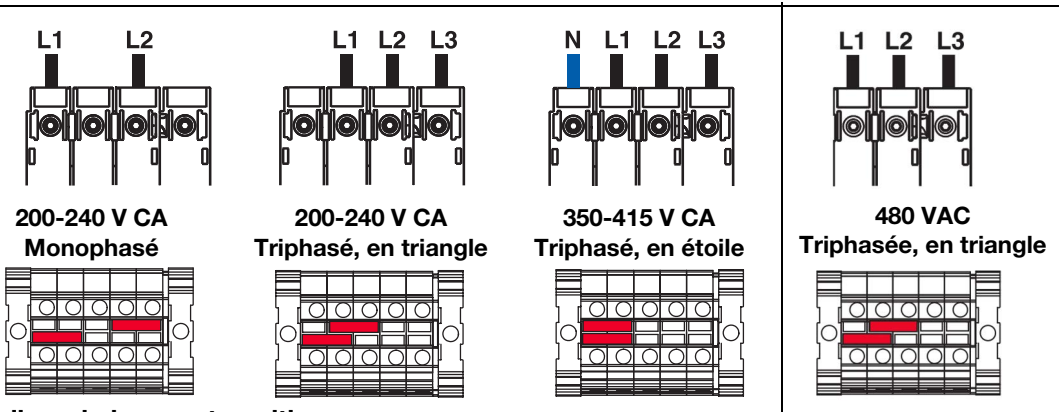

FIG. 7 : Cavaliers de borne et positions
1. Tournez l'interrupteur de l'alimentation principale (AG) sur OFF (Arrêt).
4. Raccordez le fil de terre à la borne de terre (GT).
5. Raccordez le cordon d'alimentation comme illustré à la FIG. 7. Tirez doucement sur tous les raccords pour vérifier qu'ils sont bien attachés.